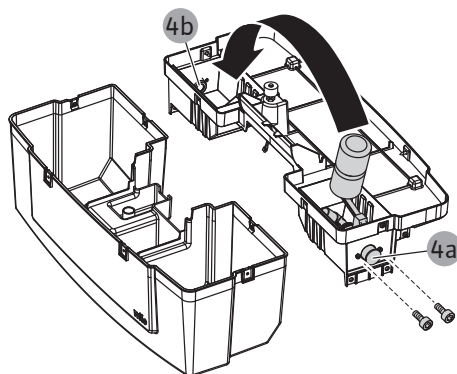

Fig. 17: Demontáž krytu doplňovacej nádrže a uvoľnenie skrutiek na upevnenie doplňovacieho ventilu
6. Odstráňte skrutky na držiaku doplňovacieho ventilu (Fig. 17).